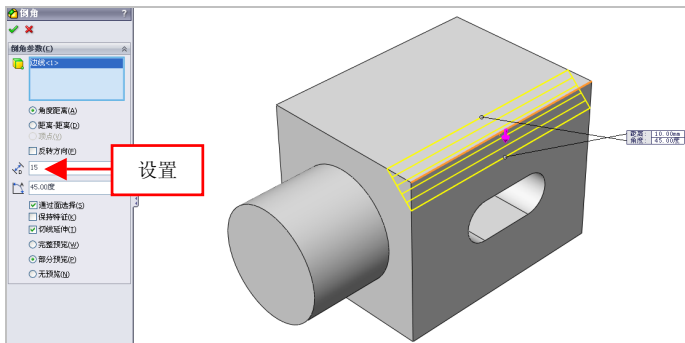

图 5-42 设置参数值
(3) 弹出【倒角】属性管理器，在绘图区中，选择右上方合适的边线对象，设置【距离】为 15，如图 5-42 所示。